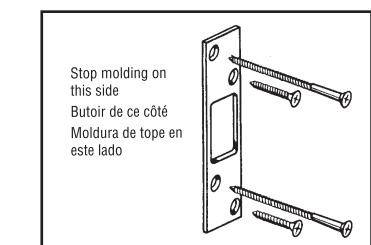

Fig. 6B
**Step 6B: Deadbolt Strike** - For deadbolt models, position strikeplate to align with deadbolt. Be sure center of bolt aligns with the center of the strike. Outline with pencil, and chisel or rout 3/32 in. deep, inside the outline, so that strike will be flush with jamb. Predrill 1/8 in. holes. The holes nearest to the stop molding receive the long screws. Install the screws into the strike (**Fig. 6B**).
**Étape 6B: Gâche de serrure à pêne dormant** - Pour les modèles munis d'un pêne dormant, posez la gâche de façon à ce qu'elle soit alignée avec le pêne dormant. Assurez-vous que le centre du pêne soit bien aligné avec le centre de la gâche. Tracez le contour au crayon et creusez le long du tracé à une profondeur de 0,24 cm, de façon à aligner la gâche avec le montant. Percez des avant-trous à l'aide d'un foret de 1/8 po. Les vis longues seront insérées dans les trous les plus près du butoir. Insérez les vis dans la gâche (**Fig. 6B**).
**Paso 6B: Cerrojo para cerradura con pestillo:** En los modelos de cerradura con pestillo, alinee la placa del cerrojo con la cerradura con pestillo. Asegúrese de que el centro del perno se alinee con el centro del cerrojo. Marque con un lápiz y cíncelo o rebaje 0,24 cm (3/32") de profundidad, dentro de la marca, de manera que el cerrojo quede al ras con la jamba. Taladre previamente orificios de 0,32 cm 1/8". Los orificios que estén más cerca de la moldura de tope recibirán los tornillos largos. Instale los tornillos en el cerrojo (**Fig. 6B**).